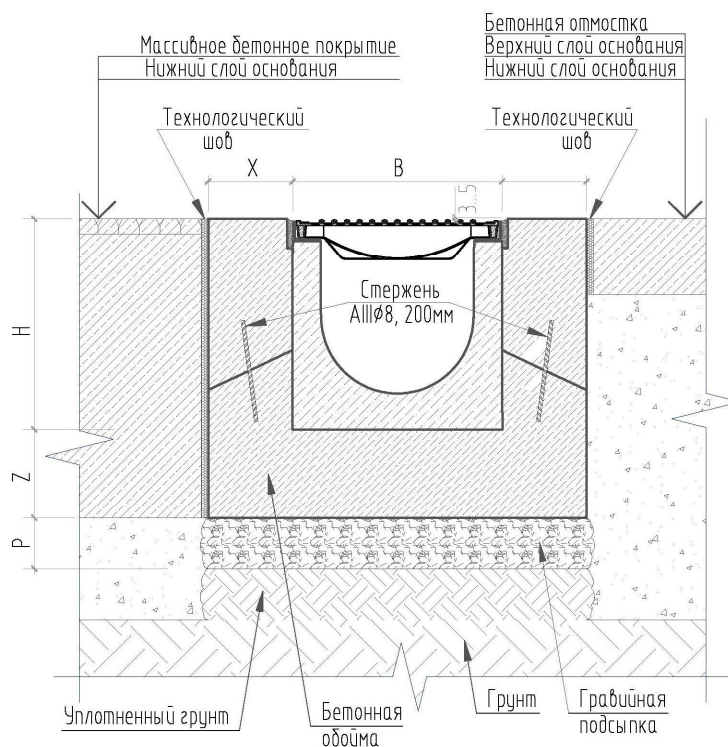

Рис. 9 – Монтаж бетонных лотков с бетонным покрытием для высоких классов нагрузки от D400 до E600.
- при бетонном покрытии необходимо предусмотреть температурные (технологические) швы (рис. 9).